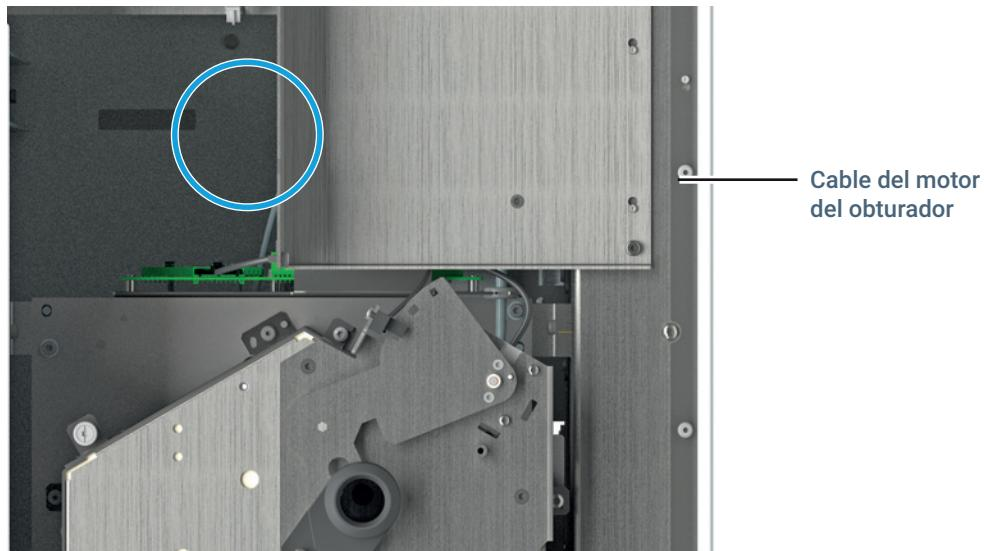

Figura 11. Desconecte del tablero de conector el cable del motor del obturador
- 7 Desconecte del tablero de conector el cable del motor del obturador. (Figura 11)